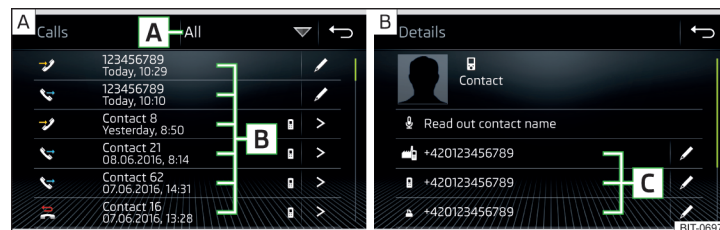

Fig. 214 Lista de apeluri/Detalii contact
- » În meniul principal *Telefon*, acționați suprafața de comandă funcții , se afișează o listă de apeluri » fig. 214 - **A**.
- > Afișarea detaliilor contactului » fig. 214 - **B**